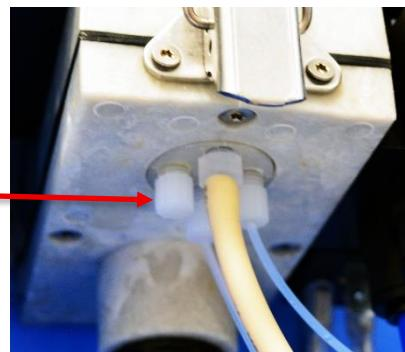

Abbildung 2
7. Entfernen Sie eine Kappe am freien Schlauch einlass (3) der Messkammer (Abbildung 2).